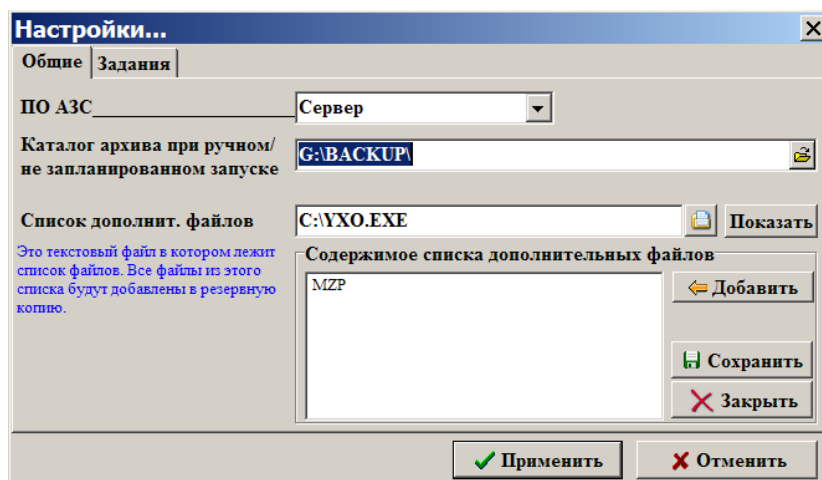

Рис. 16
3. В меню «Свойства\Настройки\Общие» задайте путь для каталога (BACKUP), куда запишется результат резервирования ПТК АЗС (рис.16). На закладке «Общие» можно задать список дополнительных файлов, которые будут добавлены в резервную копию.